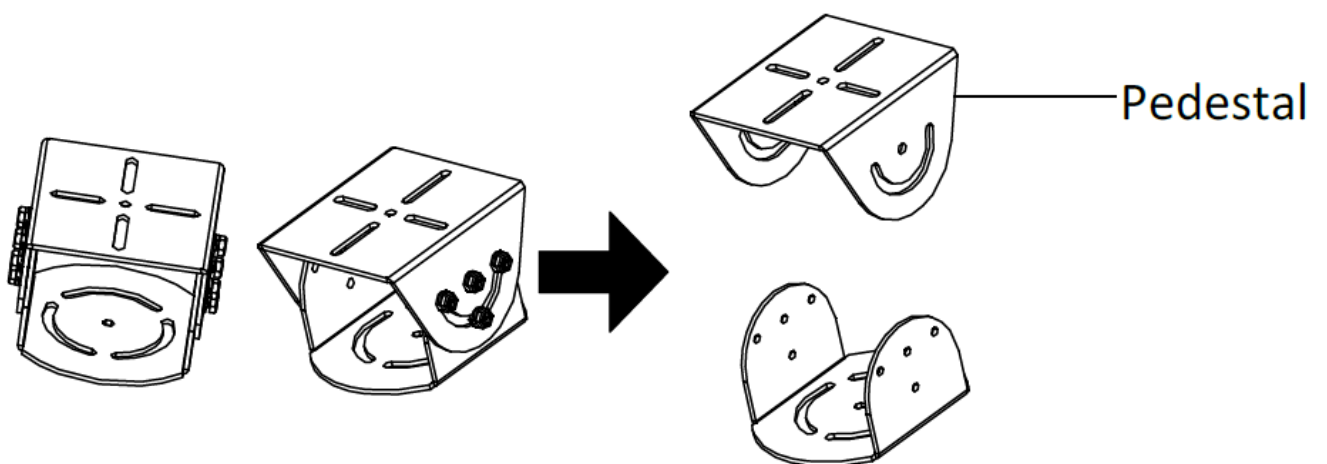

Figure 2-3 PT ジョイント
1. Figure 2-3 に示すように、PT ジョイントを分解します。